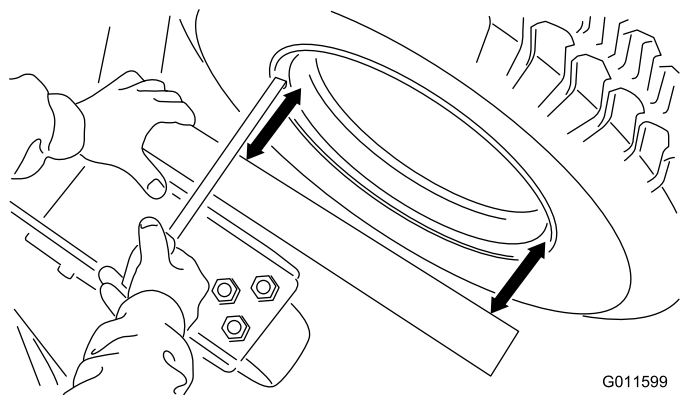

Figura 5
- B. Coloque una escuadra o una regla contra el soporte soldado de la carcasa que contiene el conjunto de la horquilla de la rueda giratoria (Figura 5). No utilice el conjunto de la horquilla en sí.
- C. Mida desde el reborde interior de la llanta (no desde el borde exterior de la llanta) hasta la regla en al menos 2 lugares, según se indica en la Figura 5. El borde exterior de la llanta no es un punto de referencia fiable debido a irregularidades de la llanta y de la pintura. La diferencia entre las 2 medidas debe ser de 3 mm o menos.